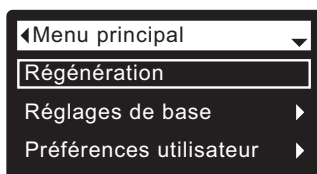
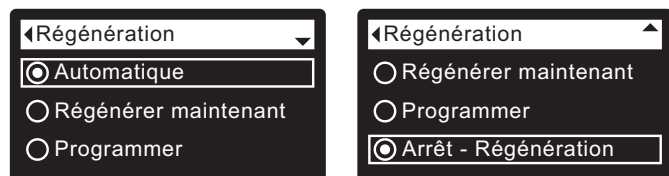
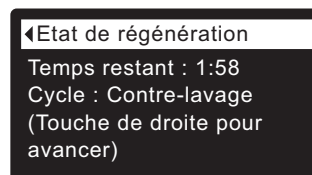

FIG. 42
FIG. 43
FIG. 44
2. Vérifiez que **Régénération** est mis en évidence (cf. Figure 42).
3. Appuyez sur le SÉLECTEUR (O) pour afficher le menu de régénération (cf. Figure 43).
4. Si le cercle à gauche de l'option souhaitée a déjà un point (cf. Figure 43), passez à l'étape 5. Sinon, appuyez sur le bouton BAS (▼) ou HAUT (▲) pour passer à l'option souhaitée, puis sur le SÉLECTEUR (O) pour valider votre choix.
- **Régénérer maintenant** démarre aussitôt une régénération si vous appuyez sur le SÉLECTEUR (O) à l'étape 5.
5. Appuyez sur le SÉLECTEUR (O) : Si vous avez choisi **Régénérer maintenant**, l'afficheur passe immédiatement à l'écran d'état de la régénération (cf. Figure 44); Si vous avez opté pour **Automatique**, **Programmer** ou **Arrêt - Régénération**, l'afficheur revient au Menu principal (Figure 42).